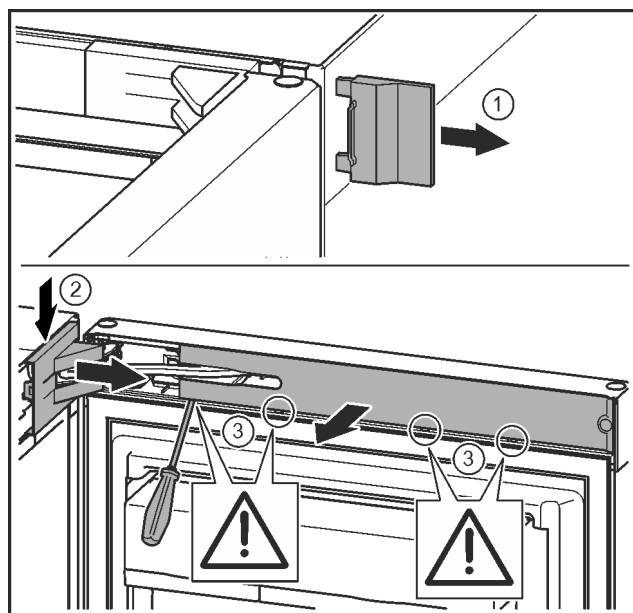

Fig. 9
► Zdjąć zewnętrzną osłonę. Fig. 9 (1)
- ▶ Wyczepić i poluzować osłonę płytki zawiasu. Zdjąć osłonę płytki zawiasu. *Fig. 9 (2)*
- ▶ Przy pomocy śrubokręta wyczepić zaślepkę i odchylić w bok. *Fig. 9 (3)*